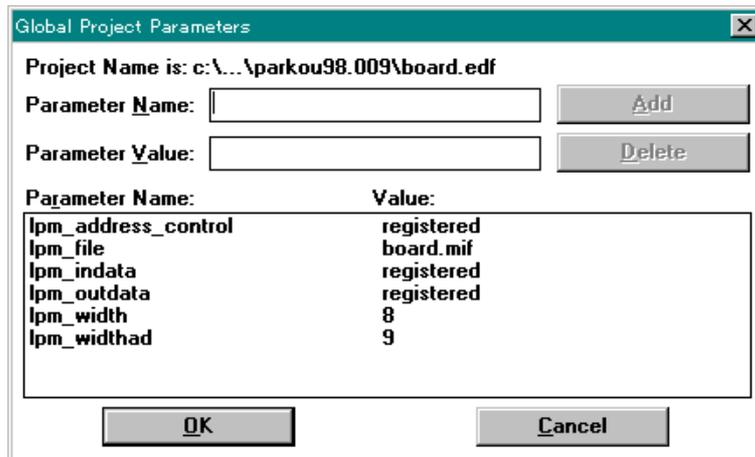

図 4: LPM のパラメータの設定
3. Assign→Global Project Parameters... を開きます (図 4).